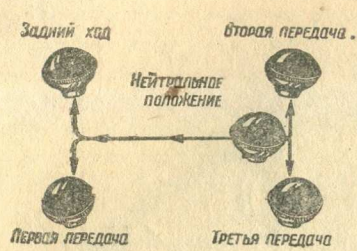

Рис. 2. Схема переключения передач легкового автомобиля
Рычаг переключения передач (5) находится в центре горизонтальной доски пола справа от водителя. Положение рычага при включении различных передач соответствует общепринятому стандарту и указано на рис. 2 и 3.